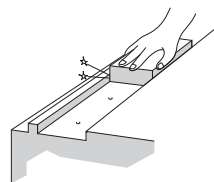

图6 安装面的检查
- (1) 在安装前务必清除所要安装机械安装面上的毛刺、打击伤痕及污物。(图6)